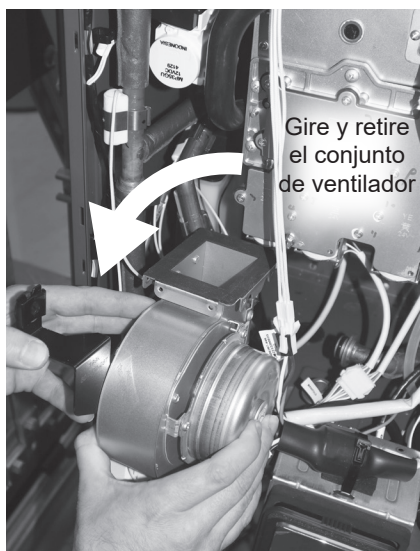

Figura 104 - Gire y retire el conjunto de ventilador.
AVISO: Para retirarlo fácilmente, guíe el ventilador alrededor del lado izquierdo del múltiple de entrada como se muestra en la Figura 104.
- 29 Gire el nuevo conjunto de ventilador 90° a la izquierda de manera que la salida del ventilador esté orientada hacia el calentador de agua. Inserte el conjunto de ventilador en el calentador de agua usando el mismo método que se indica en el Paso 23 en orden inverso. Consulte la Figura 104.
- 30 Instale la salida del conjunto de ventilador firmemente en el quemador. Verifique que todas las ubicaciones de orificios para tornillos se alineen correctamente. Fije el conjunto de ventilador con los cinco tornillos que se retiraron anteriormente en el Paso 22, comenzando con el tornillo del soporte (C) para ayudar a estabilizar el conjunto de ventilador.